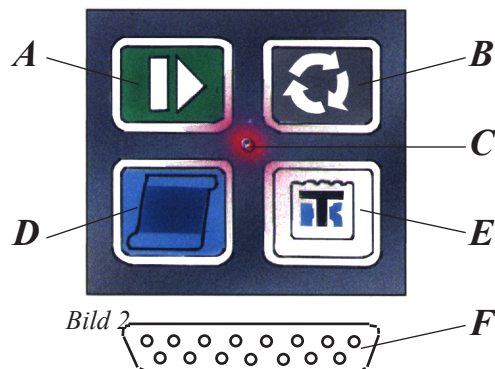

Bild 2
② UTSKRIFT AV ETT DYGN FRÅN MINNET
1. Anslut en skrivare till kontakten **F**. Bild 2.
③ SNABB - UTSKRIFT
1. Anslut en skrivare till kontakten **F**. (Bild 2)
④ LARM-INDIKERING
3. Tryck på för att få fram siffran **1** i nedre högra hörnet på displayen. (Bild 2) samtliga larm raderas genom tryck på .
⑥ LARM-KODER OCH DESS INNEBÖRD